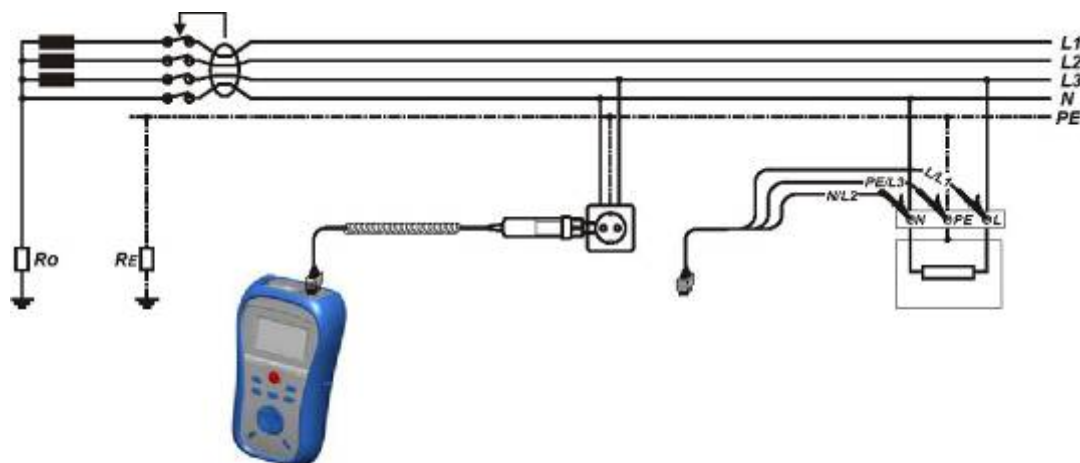

Рисунок 5.2: Подключение щупа командер и универсального тестового кабеля
- ❑ **Подключите** измерительные щупы к тестируемому устройству (см. рисунок 5.2).
□ Выберите функцию RCD при помощи переключателя функций. □ Выберите подфункцию AUTO. □ Установите тестовые параметры (при необходимости). □ Подключите тестовый кабель к верхней части прибора. □ Подключите измерительные щупы к тестируемому устройству (см. рисунок 5.2). □ Нажмите клавишу TEST для выполнения измерения.	Начало проверки